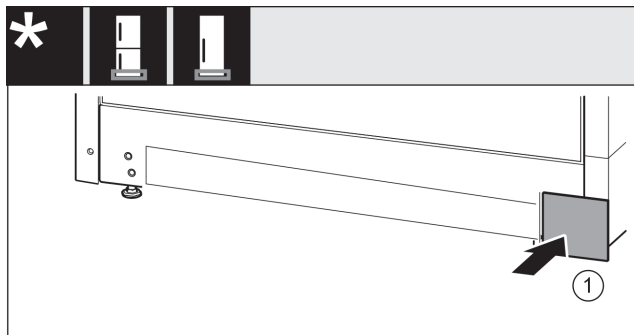

Fig. 44
- Riapplicare la copertura Fig. 44 (1) sull'altro lato.